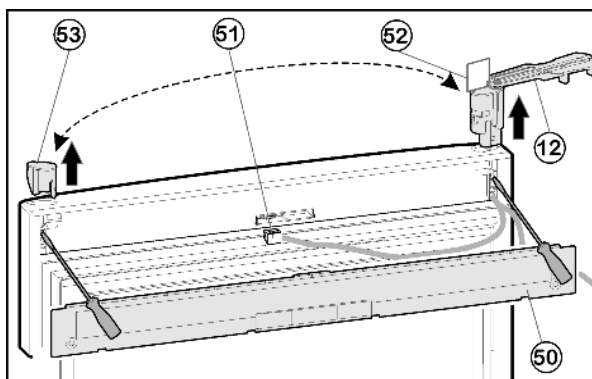

Fig. 10
- ▶ Снимите крышку Fig. 10 (50) на дверце с помощью отвёртки.
- ▶ Отсоедините разъем Fig. 10 (51).
- ▶ На верхней дверце поверните опорный кронштейн Fig. 10 (12) наружу параллельно краю дверцы.
- ▶ При помощи отвертки вытолкните опорный кронштейн Fig. 10 (12) снизу и снимите с двери вместе с кабелем.
- ▶ Извлеките пробку Fig. 10 (53) при помощи отвертки и вставьте на другой стороне.
- ▶ Проденьте кабель опорного кронштейна Fig. 10 (12) на противоположной стороне и установите опорный кронштейн.
- ▶ Снимите шаблон Fig. 10 (52) и закрепите на опорном кронштейне.
- ▶ Вставьте разъем Fig. 10 (51).
- ▶ Зафиксируйте крышку Fig. 10 (50) на дверце.